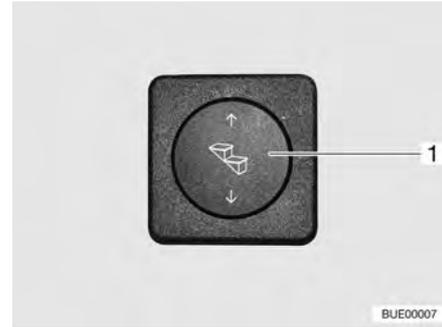

Fig. 9 Interruttore di comando scalino di ingresso
- Premere in basso l'interruttore a bilico (Fig. 9,1) e tenerlo premuto (almeno 3 secondi), fino a che lo scalino di ingresso è stato completamente estratto.
- Premere in alto l'interruttore a bilico (Fig. 9,1) fino a che lo scalino di ingresso è completamente inserito.